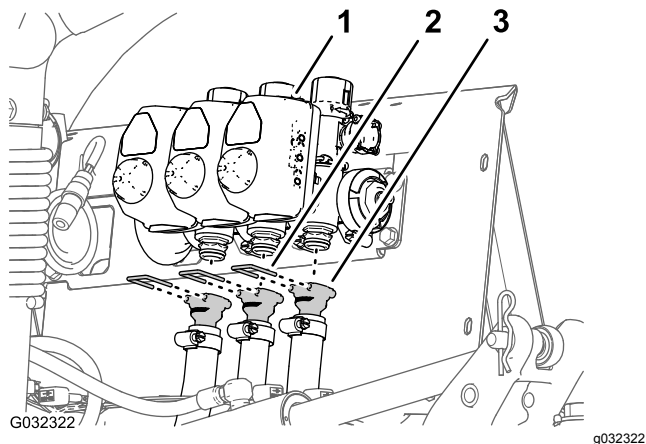

図 49
6. 左ブームバルブ、中央ブームバルブ、右ブームバルブでそれぞれバーブ付きストレートフィッティングを固定しているリテーナを外す 図 49。
7. 左ブームバルブ、中央ブームバルブ、右ブームバルブ用のホースを機体から外す 図 49。